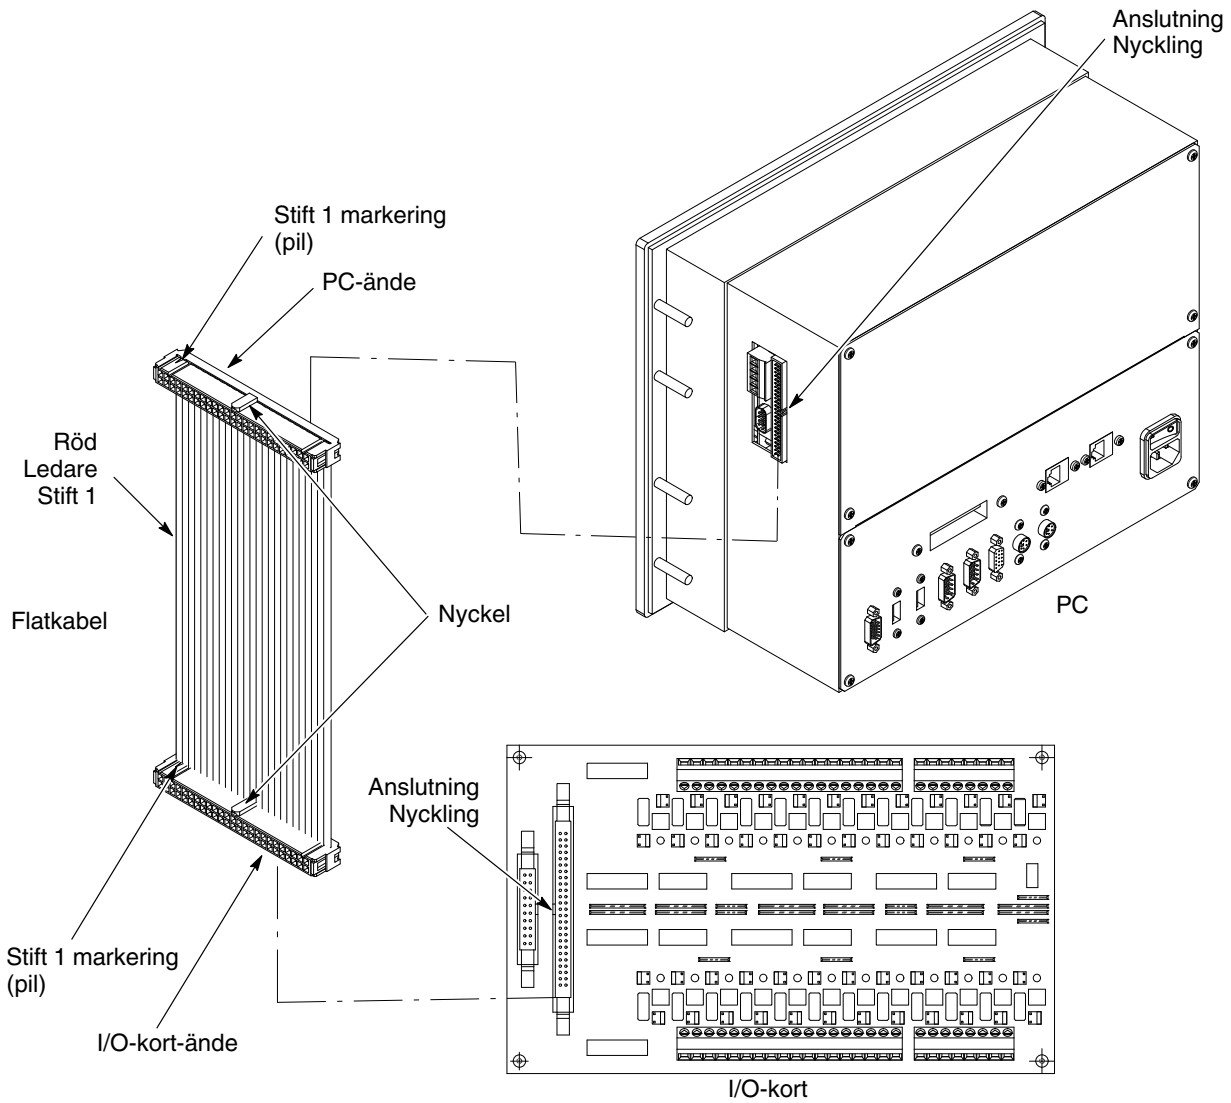

Bild 5-4 Flatkabelanslutningar mellan dator och I/O kort
3. Se bild 5-4. Ny flatkabel medföljer PC:n. Använd den för att ansluta PC:n till den digitala ingångsmodulen.